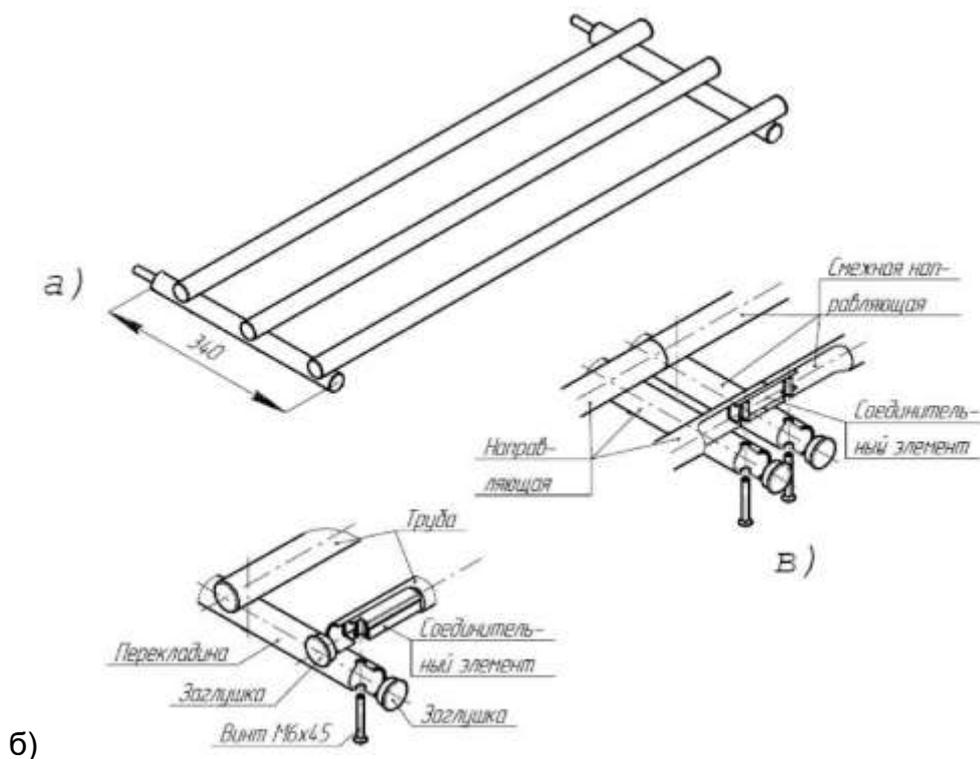

Рис. 3. Направляющая для подносов
Схема сборки направляющей показана на рис. 3.
- вставить снизу винты М6х45 в отверстия поперечин и вернуть их в резьбовые отверстия соединительных элементов (рис. 3б и 3в). Соединительные элементы нужно предварительно вставить в трубы резьбовыми отверстиями вниз (расположение соединителей внутри труб зависит от наличия/отсутствия смежного изделия из ЛР) после извлечения торцевых заглушек.